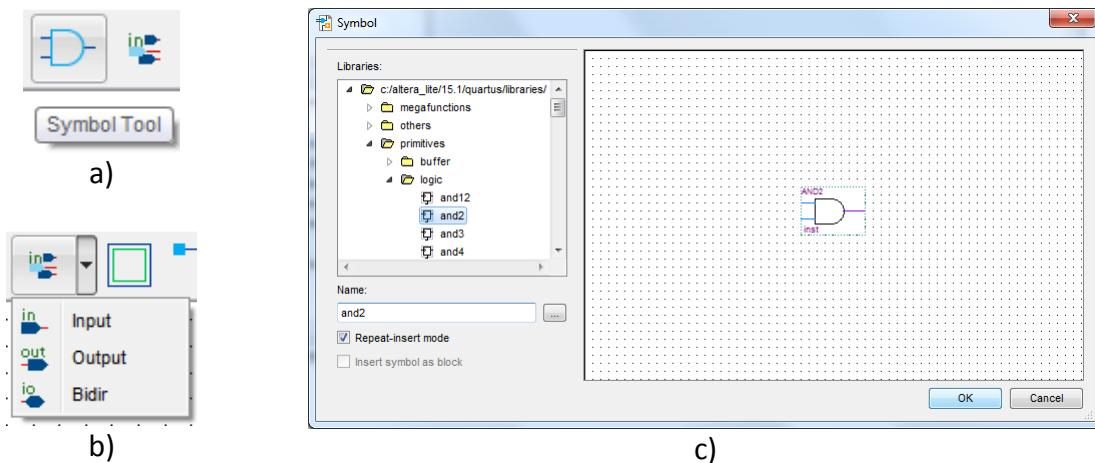

Figura 12 – Botões “Symbol Tool” e “Pin Tool” da barra de ferramentas e seleção da porta lógica AND na biblioteca de componentes do “Altera Quartus Prime”.
4. Adicione uma porta lógica AND de 2 entradas usando o botão “Symbol Tool” da barra de ferramentas (Figura 12 a)) e escolhendo o componente de acordo com a Figura 12 c).
5. Adicione dois portos de entrada e um de saída usando o botão “Pin Tool” da barra de ferramentas (Figura 12 b)).